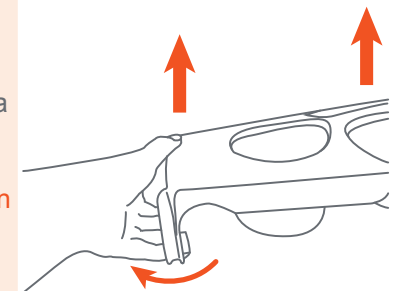

Fig. 6b
• **To remove the child tray:** Pull the side tabs of the child tray away from the wagon frame and lift up to remove (Fig. 6b).
• **Para quitar la bandeja para niños:** Tire de las pestañas laterales de la bandeja para niños para separarlas del marco del vagón y levántelas para quitarlas (Fig. 6b).